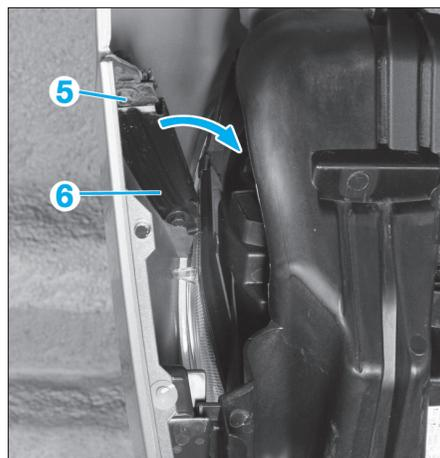

FIG. 4
- déposer la vis (5) (Fig.4),
- pivoter l'étrier (6) vers l'intérieur puis le déposer.